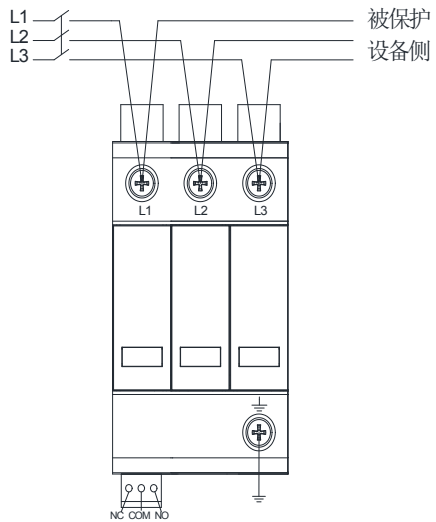
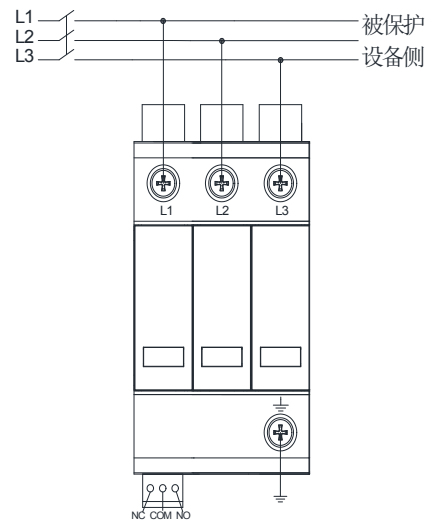

图 6-1 RPM750-40/3P 接线示意图-V形接线
图 6-2 RPM750-40/3P 接线示意图-常规接线
- ◆ 产品采用 35mm 标准导轨安装固定，接线推荐采用图 6-1 所示的 V 形接线时，也可采用如图 6-2 所示的常规的直接并连接线。为实现更好的防护效果，当采用直接并连接线时，接线应尽量短，总长度应控制在 0.5m 以内。